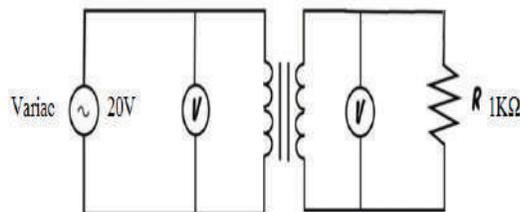

Figura 6.1 Transformador regulador
c) Cierre ahora la trayectoria del hierro armando el circuito mostrado en la figura 6.1 empleando las bobinas iguales de 250 espiras.
- g) Reemplazar en el circuito primario de la figura 6.1, la bobina de 250 espiras por una de 1000 espiras.